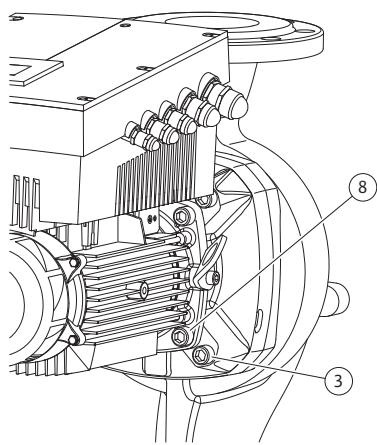

Fig. 50: Optionale Befestigung des Einstellsatzes
11. Die Schrauben (Fig. 7, Pos. 3) lösen und entfernen. Je nach Pumpentypen sind die äußeren Schrauben (Fig. 50, Pos. 3) zu nehmen. Der Einstellsatz (siehe Fig. 13) bleibt nach dem Entfernen der Schrauben sicher im Pumpengehäuse, es besteht auch bei horizontaler Lage der Motorwelle keine Kippgefahr.
16. Je nach Pumpentyp die Schrauben (Fig. 7, Pos. 10) oder alternativ die Schrauben (Fig. 50, Pos. 8) lösen.
22. Die Laterne vorsichtig über die Welle schieben und in der alten bzw. in einer anderen gewünschten, winkligen Lage zum Motorflansch positionieren. Dabei zulässige Einbaulagen der Komponenten beachten (siehe Kapitel 7.1 „Zulässige Einbaulagen und Änderung der Komponentenanordnung vor der Installation“ auf Seite 19). Laterne mit den Schrauben (Fig. 7, Pos. 10) **oder** – bei den Pumpentypen/Laternentypen nach (Fig. 50) – mit den Schrauben (Fig. 50, Pos. 8) am Motorflansch befestigen.